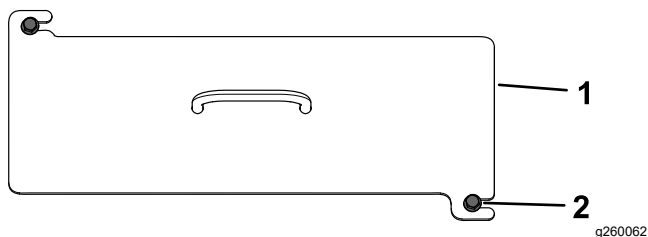

Figura 38
2. Afloje los 2 pernos que sujetan la cubierta delantera a la máquina (Figura 38).